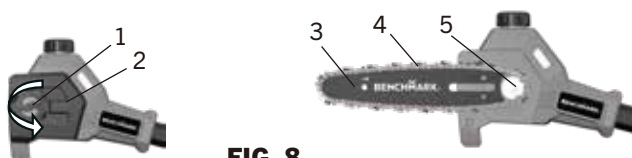

FIG. 8
3. Tournez le bouton de verrouillage et de tension de chaîne (1) dans le sens inverse des aiguilles d'une montre pour retirer le couvercle du pignon (2) (Fig. 8).
4. Retirez le guide-chaîne (3) et la chaîne de scie (4). Pour retirer la barre de guidage (3), soulevez-la à un angle d'environ 45 degrés. Cela facilitera le retrait de la chaîne (4) du pignon (5) (FIG.8).